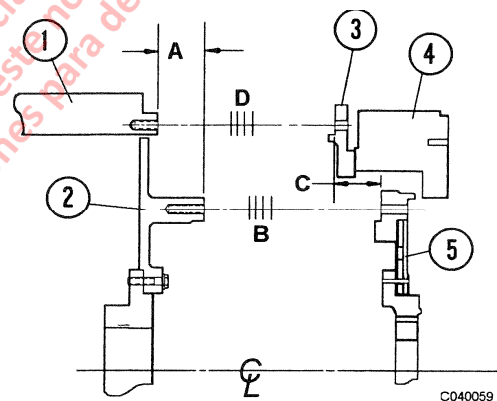

FIGURA 4-4. UBICACION DE LAS LAINAS
3. Consulte la Figura 4-4. Mueva el cigüeñal del motor a la parte posterior de su recorrido.
Consulte la Figura 4-4.
B = _____ Espesor del paquete de laines a instalar en el punto B, Figura 4-4
D = _____ Espesor del paquete de laines a instalar en el punto D, Figura 4-4